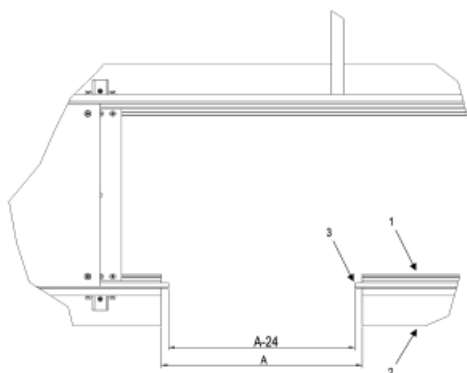

Рис. 1
- Обеспечьте пространство в OVGPR (1) и OVGZ (2), в котором будет установлен крестообразный разветвитель (рис. 1)
- Также обеспечьте пространство в OVGTAP 3 (3), как показано на рис. 1